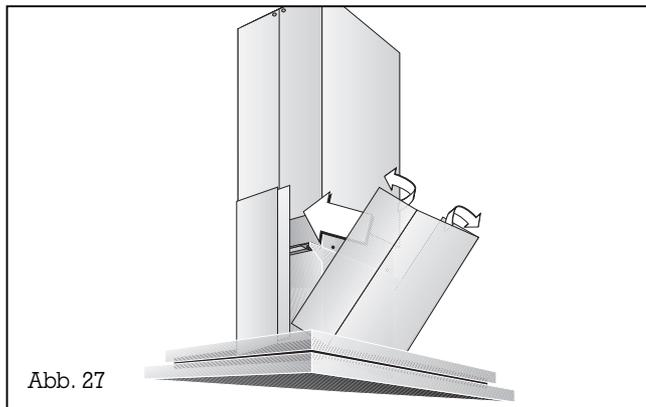

Abb. 27
15. Setzen Sie das untere Kaminteil ohne Magnetstreifen auf die Dunstabzugshaube auf. Die zweite untere Kaminhälfte (mit Magnetstreifen) leicht aufbiegen, auf das erste Kaminteil aufschieben und ausrichten (kein Spalt!) (Abb. 27).